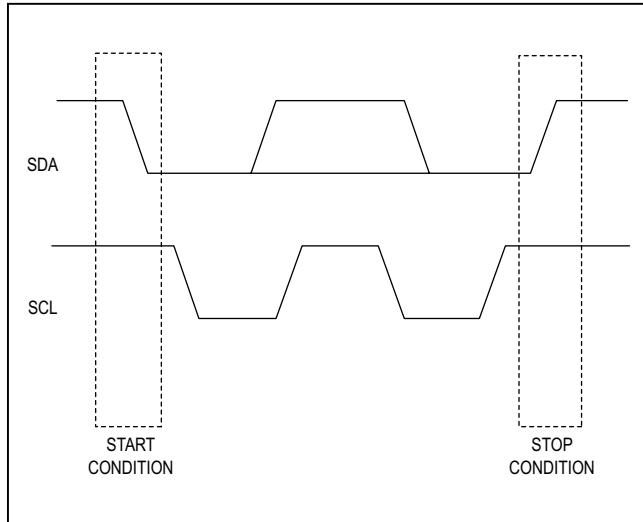

图16. START和STOP条件
总线空闲时SCL和SDA均为高。当SCL为高电平时，总线主控制器通过将SDA从逻辑高变为逻辑低，采用START (S) 条件表示传输开始信号。当主机完成与IC通信后，主机在SCL为高电平时驱动SDA由低电平跳变到高电平，发出一个STOP (P) 条件。此时，释放总线，可进行下一次传输，请参见图16。START和STOP条件均由总线主机产生。